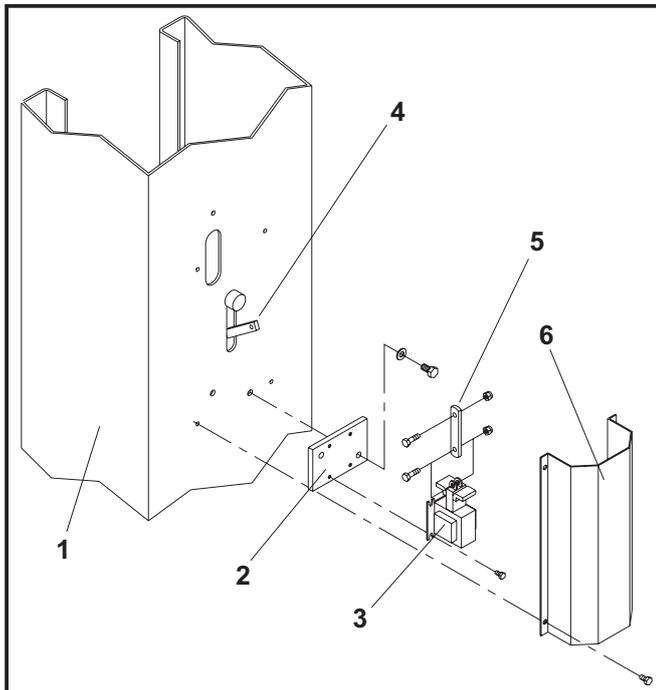

Fig.46 Montaggio elettromagneti
3 - Montare gli elettromagneti come segue (Vedere Fig.46): fissare alla colonna (1) la piastra per elettromagnete (2) fissandola con due viti TE M8x20 e relative rondelle piane; fissare il magnete (3) alla piastra con quattro viti TE M5x10; collegare la parte mobile del magnete al piatto saldato sul martelletto (4) e sporgente dalla colonna, mediante la biella (5) e due viti TE M6x20 con dado autobloccante basso.
3 - Mount the electromagnets as follows (see Fig.46): fix the electromagnet pad (2) to the post with hex. screws M8x20 and flat washers.
Fig.46 electromagnets mounting
- 3) Montare i carters di protezione magneti (Rif.6 Fig.46) con viti TE M6x10.
- 3) Mount the magnet (ref.6, fig.46) protecting guards with hex. screws M6x10.